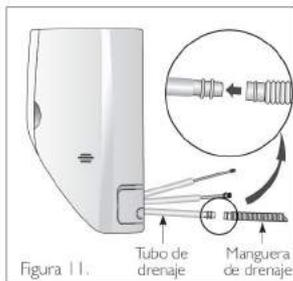

Figura 11.
- Conecte la manguera de drenaje al tubo de salida en la unidad interna de manera inclinada (Ver figura 11).